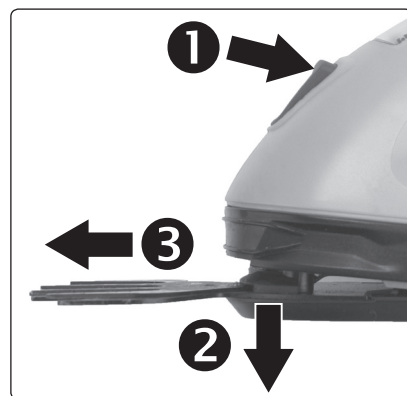

Abb. 3
1. Drücken Sie die Taste zum Entriegeln des Montierten Schneidaufsatzes (Abb.3, Schritt 1).
2. Ziehen Sie mit der Hand leicht am entriegelten Aufsatz nach unten (Abb. 3, Schritt 2).
3. Danach schieben Sie den Aufsatz weg von der Akku-Schere in waagerechter Richtung nach vorn (Abb. 3, Schritt 3).